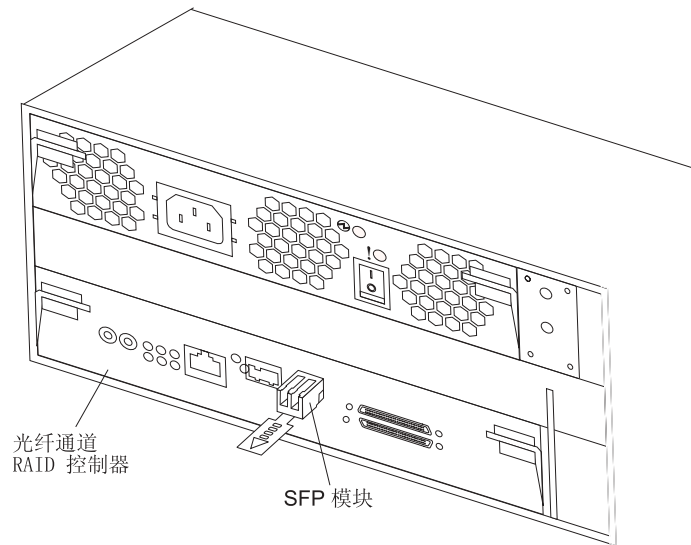

图 31. 将 SFP 模块安装入主机接口
4. 旋转 SFP 模块，使得塑料或线卡口位于底部；然后将其插入主机接口，直到它咬合到位。请参阅图 31。